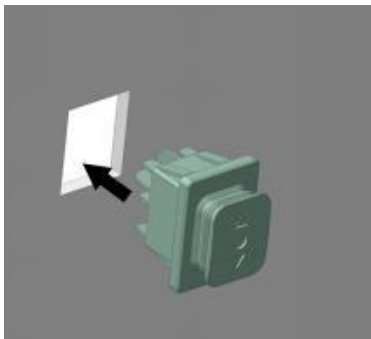
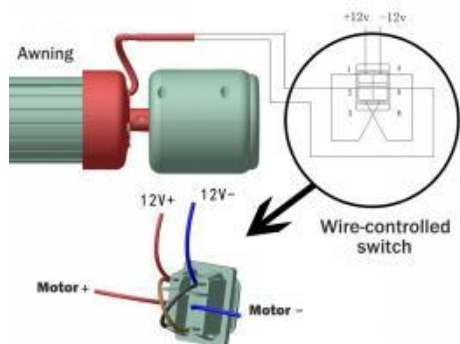

Abbildung D20
Abbildung D21
4.1 Installieren Sie zunächst den Kabelsteuerschalter an einer geeigneten Stelle im Fahrzeug (Abbildung D20). Nach der Montage des Verdecks führen Sie das Motorkabel ins Fahrzeug ein und schließen es gemäß Abbildung D21 an. Es wird empfohlen, für das Motorstromkabel ein zweidrahtiges Kabel mit einem Querschnitt von mindestens 2 mm^2 ($\text{RVV2} \times 1,5 \text{ mm}^2$) und einer Kabellänge von maximal 3 m zu verwenden (die Verkabelung im Fahrzeug muss vorbereitet werden).